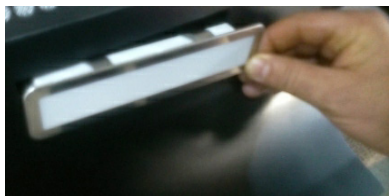

Рис. 1
2. Аккуратно подденьте и потяните LED плафон на себя, извлеките его из разъема (**Рис. 1**).